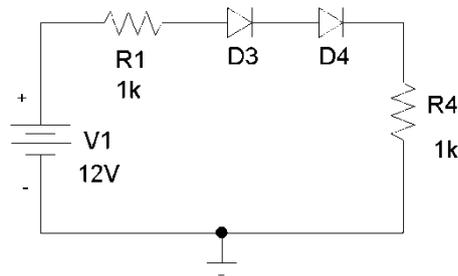

Figura 5.
10. Calcule para o circuito da Figura 5: